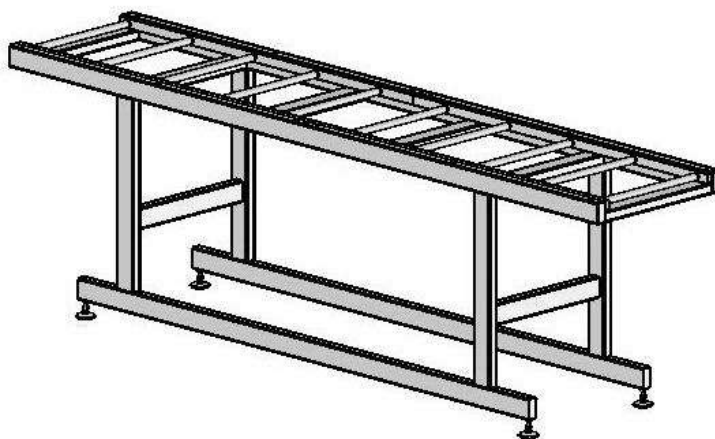

Рисунок 2
1. Рольганг ТПЦ - 550 Д1 (рисунок 2):